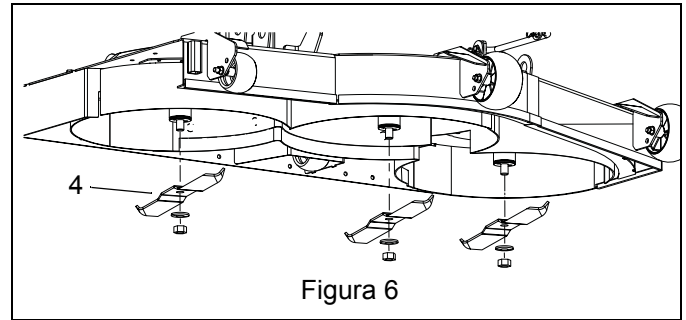

Figura 6
8. Instale las cuchillas de acolchado (pieza 4) con las arandelas y las tuercas quitadas anteriormente. Apriete las tuercas de la cuchilla con un par de 136 N•m – 163 N•m (100 lb-ft – 120 lb-ft). Consulte Figura 6.